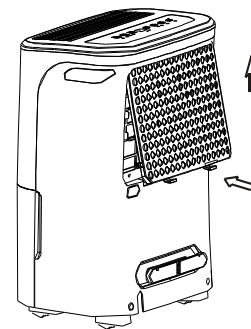

Fig. 10
- Inserire il filtro dell'aria nell'unità dalla parte inferiore alla parte superiore. Vedi Fig.10.